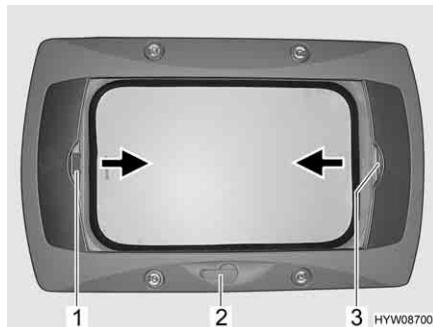

Fig. 40 Oblò a manovella
**Apertura:** ■ Ruotare la manovella (Fig. 40,2) fino a quando non si incontra resistenza.
**Chiusura:** ■ Tirare la tendina oscurante pieghevole per la maniglia (Fig. 40,3) nella direzione della freccia fino alla posizione desiderata e rilasciare. La tendina oscurante pieghevole rimane in questa posizione.
**Chiusura:** ■ Tirare la zanzariera a rullo per la maniglia (Fig. 40,1) nella direzione della freccia verso la maniglia contrapposta della tendina oscurante pieghevole (Fig. 40,3) e farla innestare.
**Apertura:** ■ Tirare la maniglia della zanzariera a rullo (Fig. 40,1) dietro, verso l'alto, e sganciare la zanzariera a rullo dalla tendina oscurante pieghevole (Fig. 40,3).